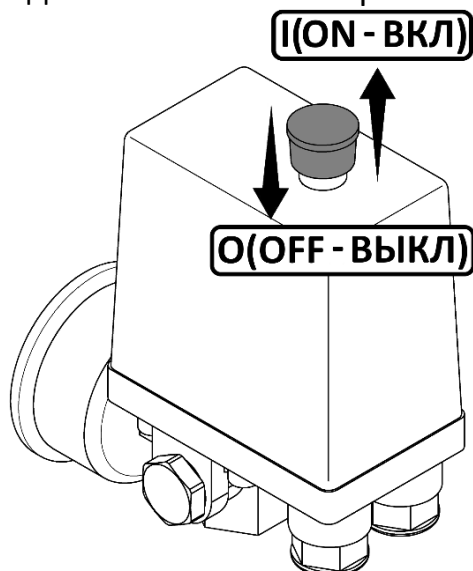

Рисунок 4
- Проверьте, чтобы выключатель на реле давления находился в выключенном положении "O" (рисунок 4).
- Включите компрессор выключателем на реле давления и сразу же выключите. Для этого необходимо переключить выключатель в положение "I" (рисунок 4). Кнопка выключателя имеет фиксированные положения
- 1 Переключите выключатель на прессостате в положение "О" или "OFF", в зависимости от исполнения (см. рисунок 4).